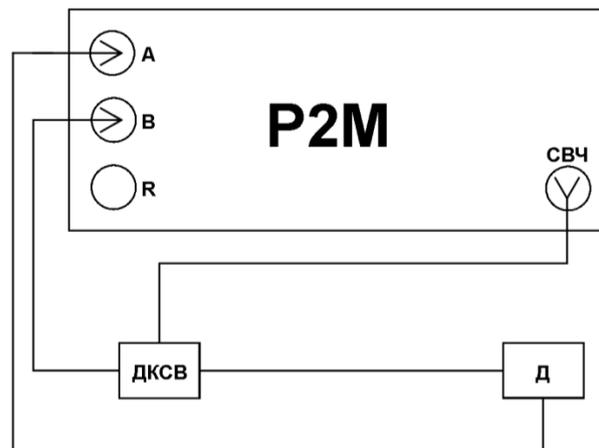

Рисунок 26. Проведение калибровки в режиме измерения модуля КП.
12. Далее выбрать в главном меню *Калибровка* -> *Калибровка...* В окне «Мастер калибровки» выбрать «Модуль КП». Подключить СВЧ-выход датчика КСВ к детекторной головке по схеме, приведенной на рис. 26, провести калибровку, следуя указаниям Мастера калибровки, рис. 27.